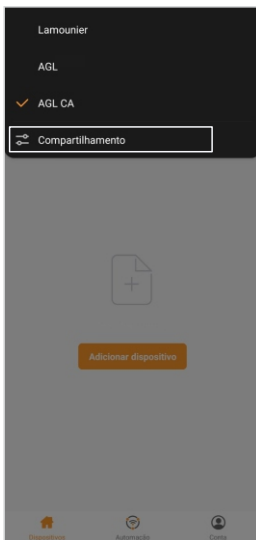
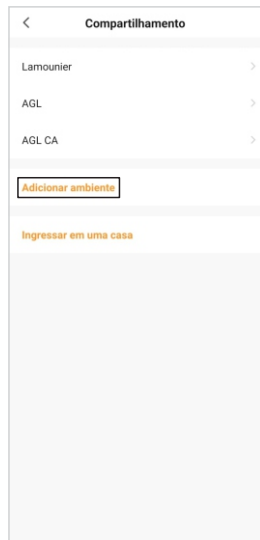

Figura 2
Figura 3
2. No Pop Up, seleccione a opção “Compartilhamento” (figura 2) e então seleccione a opção “Adicionar ambiente”(figura 3) da próxima página.